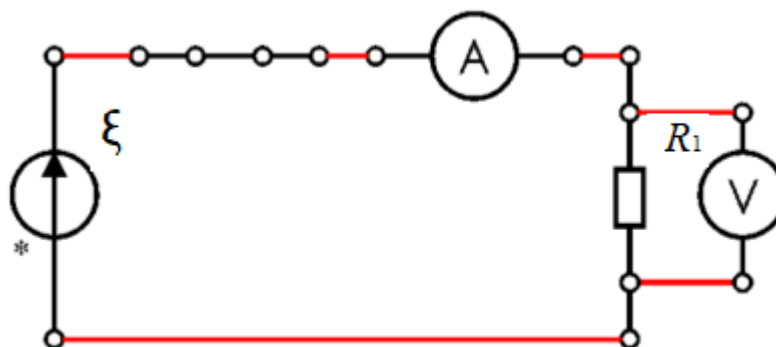

Рис. 7. Схема для проверки закона Ома на участке цепи.
1. Соберите схему на монтажной панели как показано на рис. 7 и 8, используя источник ЭДС, резистивное сопротивление, мультиметры и соединительные провода. Сопротивление резисторов, задаются ведущим преподавателем или сотрудником лаборатории. Не рекомендуется использовать резисторы с большим сопротивлением и отличающиеся по значению более чем на два порядка.